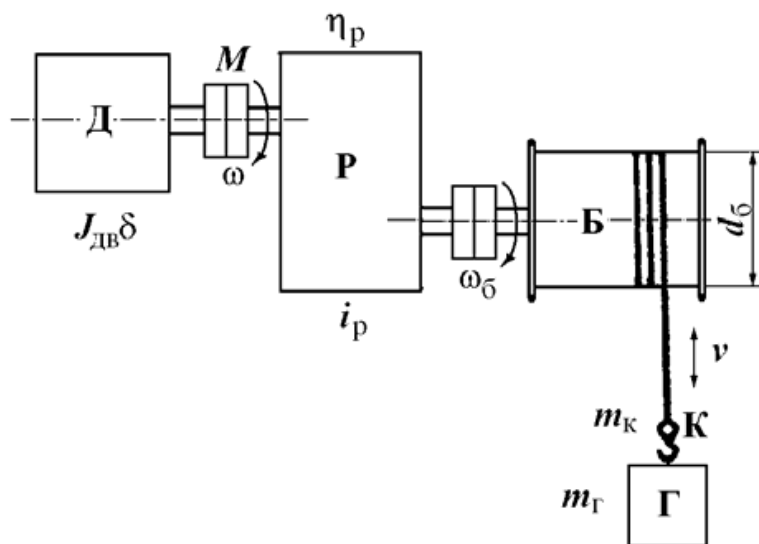

Рис.1. Грузоподъемная лебедка
**Задача 1.** Лебедка для подъема груза (рис.1) включает в себя барабан с канатом Б, крюк К, груз Г, редуктор Р и двигатель Д.
Задача 3. Определить мощность двигателя привода лебедки (см. рис.1) в установившемся режиме работы. Данные привода:  $G_k = 5000 \text{ Н}$ ;  $G_T = 15000 \text{ Н}$ ;  $v_{\downarrow} = v_{\uparrow} = 0,5 \text{ м/с}$ ; КПД редуктора  $\eta_p = 0,8$ ; КПД редуктора при работе лебедки без груза  $\eta_0 = 0,5$ .
**Задача 6.** Определить требуемый момент двигателя при пуске и торможении привода лебедки (см. рис.1) с постоянным ускорением  $\varepsilon = d\omega / dt = 100 \text{ рад/с}^2$ . Данные привода:  $M_{с.гр} = 500 \text{ Нм}$ ;  $M_{с0} = 50 \text{ Н.м}$ ;  $\omega_{уст} = 100 \text{ рад/с}$ ;  $t_{п} = t_{т} = 1 \text{ с}$ ,  $J_{дв} = 2 \text{ кгм}^2$ ;  $J_{пр} = 3 \text{ кгм}^2$ .